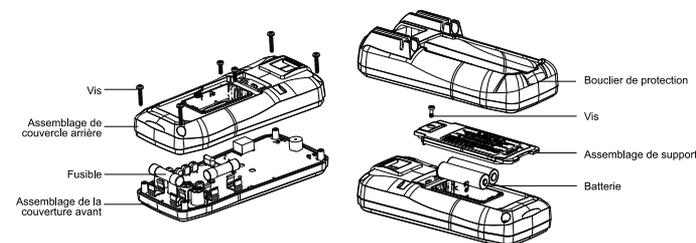

Figure 10
2. Remplacez la batterie ou le fusible (Figure 10)